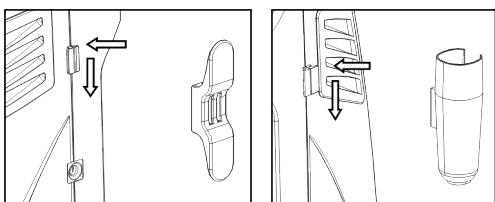

Рис. 3
4. Закрепите на мойке держатель пистолета и кабеля электропитания (рис. 3);